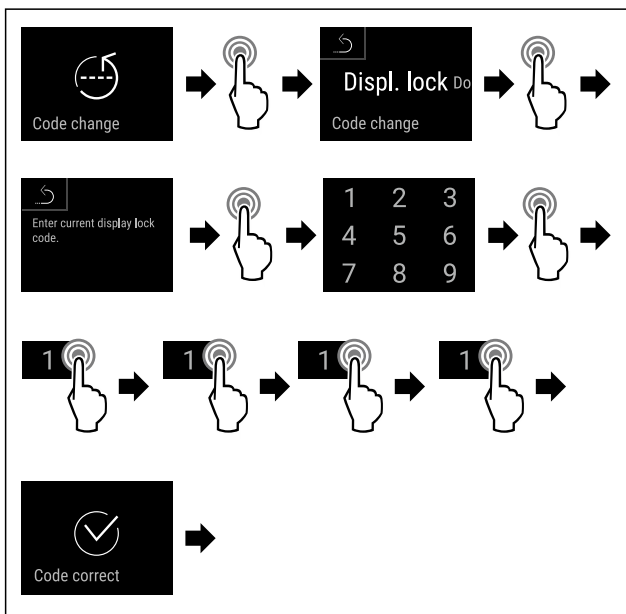

Fig. 84
- ▶ Выполните шаги действия (см. Fig. 84) .